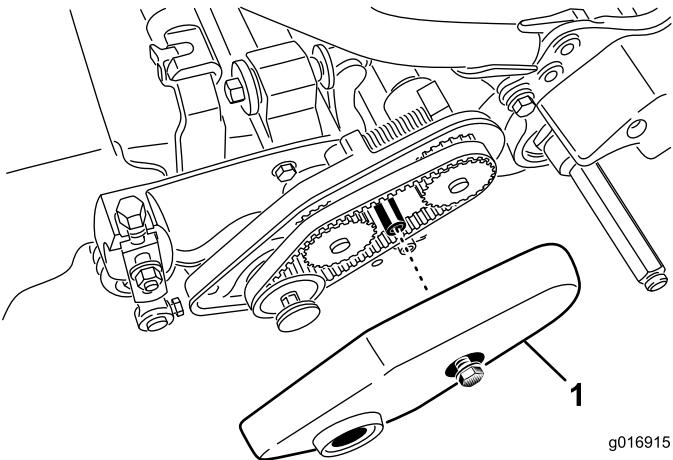

Bild 20
2. Lösen Sie den Bundbolzen, mit dem die Riemenabdeckung befestigt ist, und nehmen Sie die Riemenabdeckung ab, um an den Riemen freizulegen (**Bild 20**).